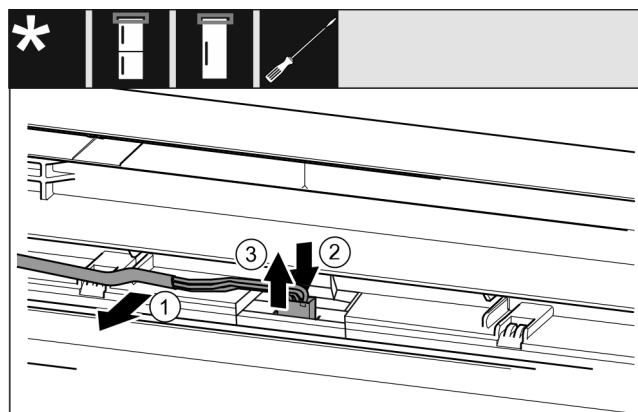

Fig. 7
- ▶ Løsn forsigtigt det grå kabel fra føringen i døren. Fig. 7 (1)
- ▶ Tryk lasken under stikket bagud. Fig. 7 (2)
- ▶ Træk stikket forsigtigt opad. Fig. 7 (3)